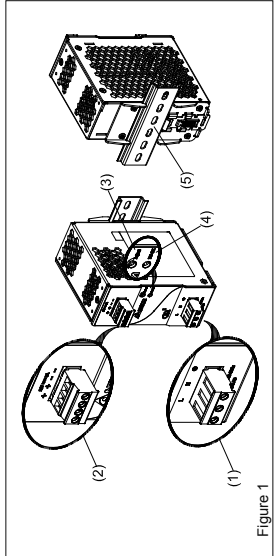
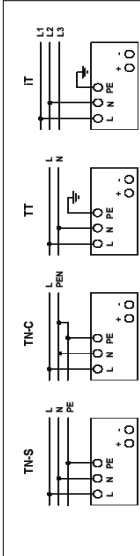

Figure 1
Figure 6
2. Gerätebeschreibung (Abb. 1)
5.1. Anschluss der Eingangsklemmen (Abb. 1 (1), Abb. 6)
5.2. Anschluss der Ausgangsklemmen (Abb. 1 (2))
Verwenden Sie die Schraubklemmen „+“ und „-“, um den 24Vdc-Anschluss herzustellen. Am Ausgang stehen 24Vdc zur Verfügung. Die Ausgangsspannung kann am Potentiometer zwischen 24 und 28Vdc eingestellt werden. Die grüne LED „DC OK“ zeigt die korrekte Funktion des Ausgangs an (Abb. 1 (4)). Das Gerät verfügt über einen Kurzschluss-, Überlast- und Überspannungsschutz, der auf 35Vdc begrenzt ist.
- 2. Device description (Fig. 1)**
- 5.1. Input connection (Fig. 1 (1), Fig. 6)**